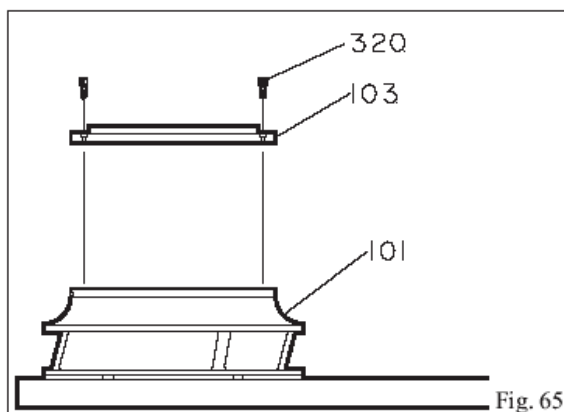

Fig. 65
- 1、在叶轮上安装耐磨环 (103)，并与孔对中 (图 65)。
- 2、对内六角螺钉 (320) 施加抗磨损化合物 (Loctite“抗卡镍”)，安装并拧紧。为了便于未来拆卸，使用螺纹密封件 (图 65)。